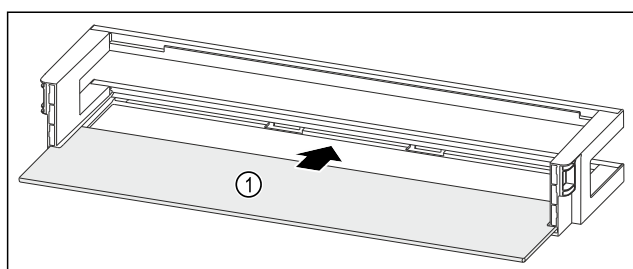

Fig. 50 Ajtópolc tárolólappal
- ▶ Tolja be a tárolólapot Fig. 50 (1) az oldalsó mélyedésekbe.